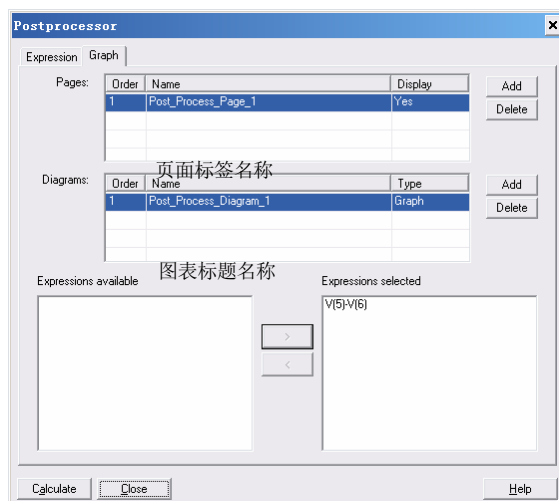

图 8-5 操作后的“Graph”选项卡
2) 单击页面 Pages 右边“Add”按钮，一个默认的首选卡名称将会出现在名称栏中，如图 8-5 所示，即在图示仪 Grapher 中，选项卡将用这个名称显示，可更改这个默认的首选卡名称。
3) 单击图表 Diagrams 右边“Add”按钮，一个默认的图表标题名称将会出现在名称栏中，如图 8-5 所示。这个图表标题名称将会在图示仪 Grapher 中显示，表示图表的内容。可更改这个默认的标题名称为符合实际内容的标题名称。
6) 选择了要后处理方程式，按一下“>”按钮，将要进行后处理方程式移动到 Expressions selected 列表框中去，如图 8-5 所示。